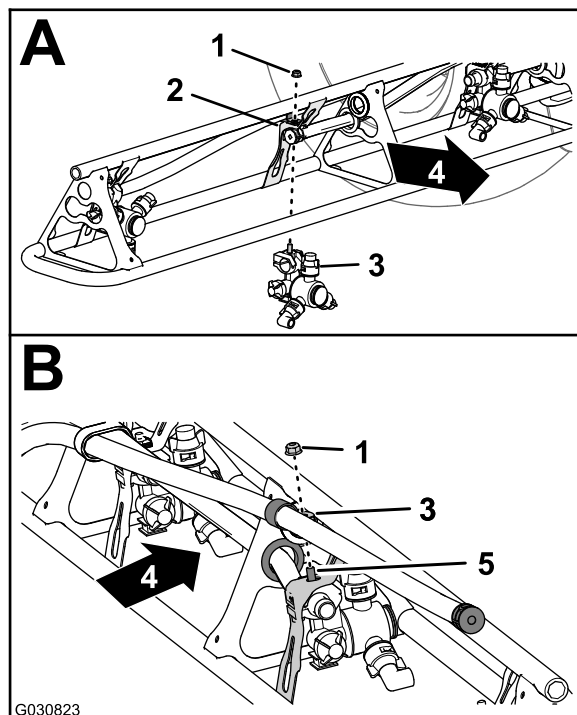

図 78
- ノズル位置1番と4番で、ノズルマウントにノズルを組み付ける 図 78のAステップ212 3本ブーム用のノズルホースを取り外す (ページ 29)で外したフランジロックナット5/16"を使用する。
- ノズル位置2番と3番で、ノズルマウントにノズルを組み付ける 図 78のAとBステップ212 3本ブーム用のノズルホースを取り外す (ページ 29)で外したフランジロックナット5/16"を使用する。